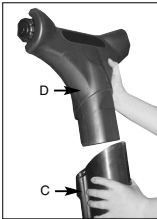

Fig. 1B
2. Placez la tête aspirante (D) dans le tube aspirateur (C) (fig. 1B).